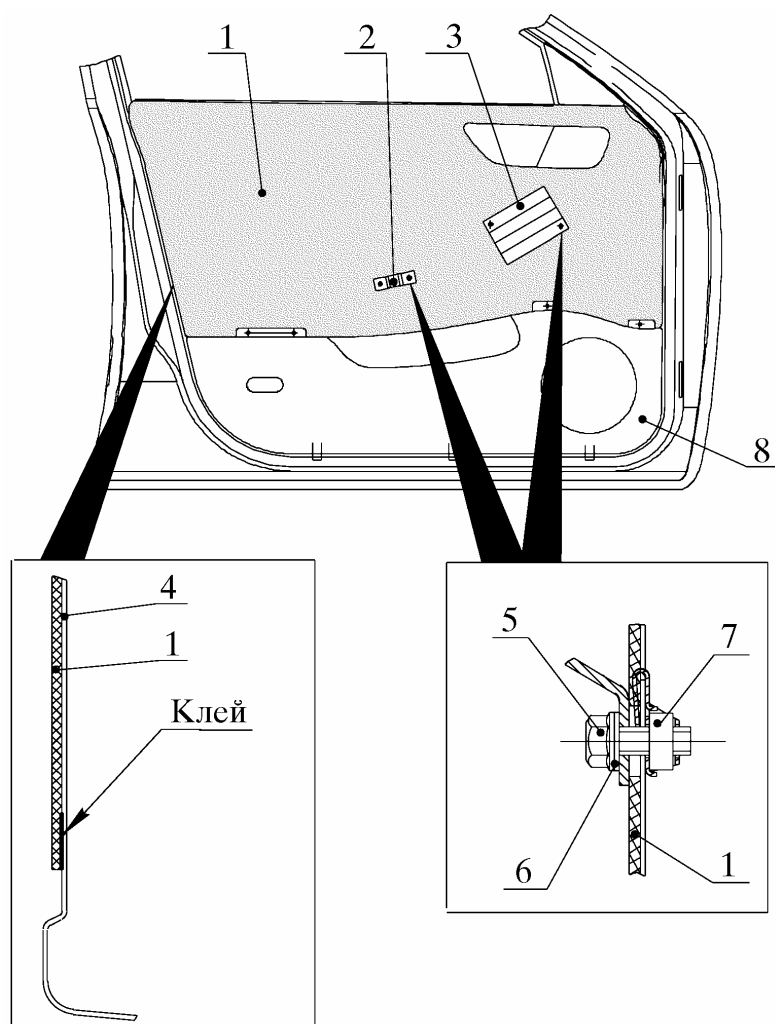

Рис. 12. Снятие кронштейнов ручки подлокотника и прокладки уплотнительной:
4.1.1.6. Снять кронштейн 3 верхний (рис. 12) ручки, отвинтив два болта 5 с шайбами 6 и сняв два гайкодержателя 7 с гайками